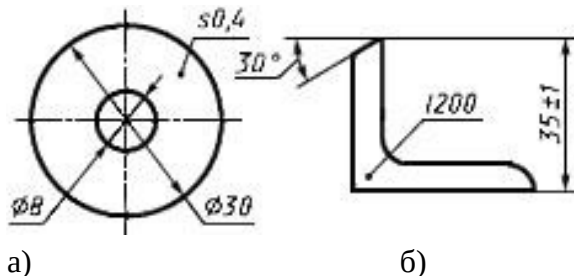
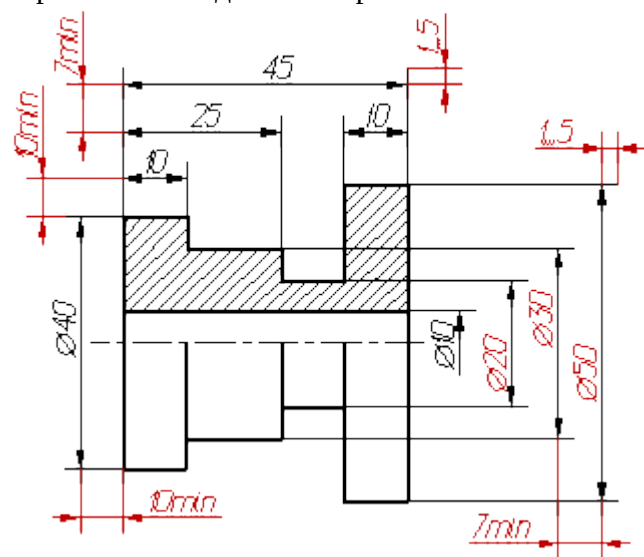

Рис.1.20
Рис.1.21
22. Если чертеж содержит одно изображение детали, то размер ее толщины или длины наносят, как показано на рис. 1.20а или б.
24. Размерные линии предпочтительно наносить вне контура изображения, располагая по возможности внутренние и наружные размеры по разные стороны изображения (рис. 1.21). Однако размеры можно нанести внутри контура изображения, если ясность чертежа от этого не пострадает.
25. При нанесении размера диаметра окружности знак ϕ является дополнительным средством для пояснения формы предмета или его элементов, представляющих собой поверхность вращения. Этот знак проставляется перед размерным числом диаметра во всех случаях (рис. 1.20а). В ряде случаев, пользуясь этим знаком, можно избежать лишних изображений. Так, применение знака ϕ позволило для детали на рис. 1.21 ограничиться одним изображением.